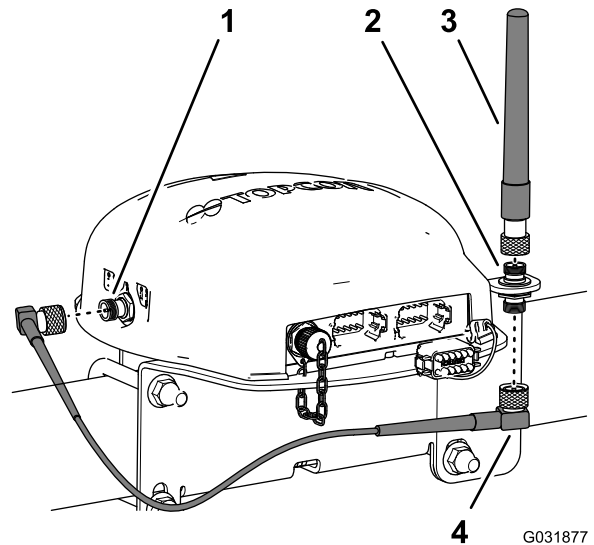

Рисунок 154
3. Подсоедините антенну RTK к верхнему фитингу коаксиального разъема и затяните с рифленую гайку на антенне от руки (Рисунок 154).
4. Подсоедините, не затягивая, кабель антенны к нижнему фитингу коаксиального разъема (Рисунок 154).
5. Проложите кабель вокруг задней части навигационного приемника к коаксиальному разъему сотового модема CDMA или GSM (Рисунок 154).
6. Подсоедините кабель антенны к коаксиальному разъему сотового модема CDMA или GSM (Рисунок 154).